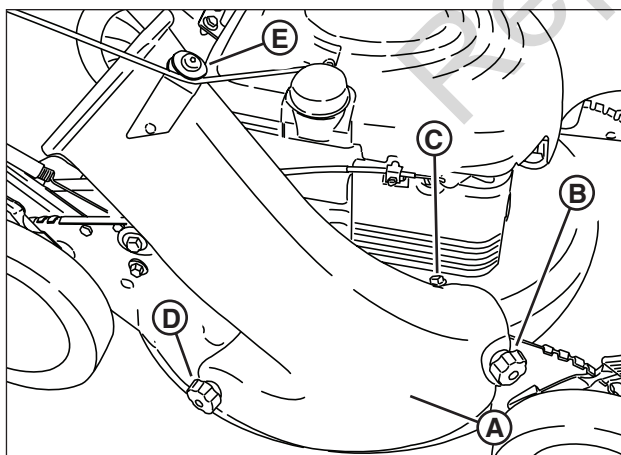

Figure 10: Pose de l'adaptateur de sac à herbe
2. Posez l'adaptateur (**A, Figure 10**) sur le plateau à la place du couvercle de déchiquetage en vous assurant que :